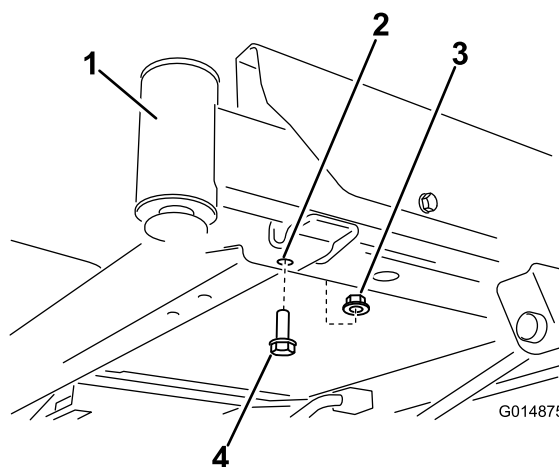
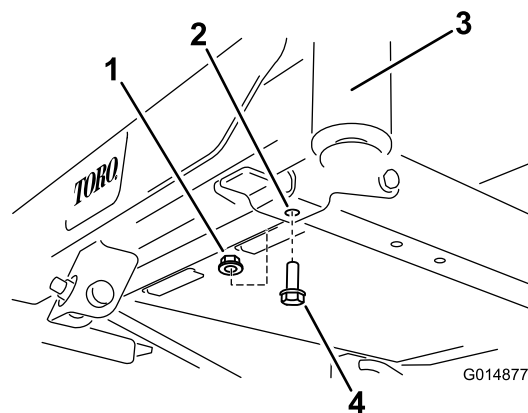

Figura 3
Figura 4
1. Individuate i bulloni anteriori sulla parte inferiore del telaio (Figura 3 e Figura 4). Rimuovete i due bulloni (3/8 x 1 pollice) e i due dadi di bloccaggio (3/8 pollice). Conservate i dadi di bloccaggio.